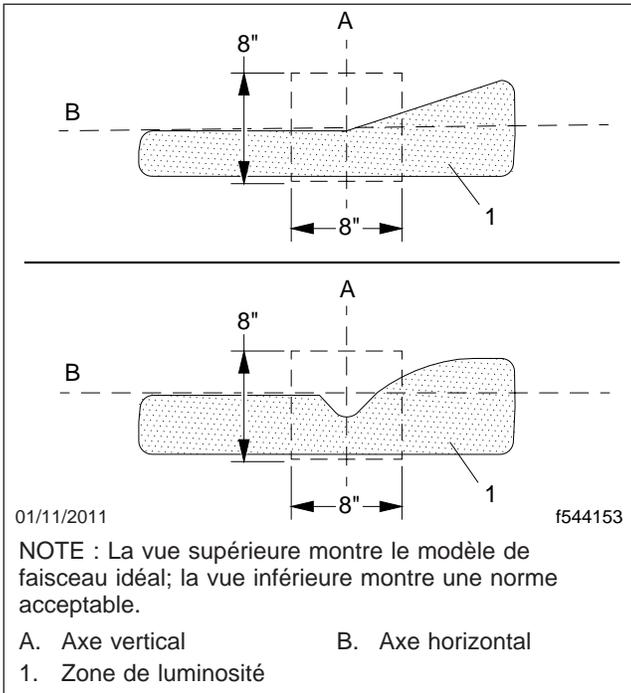

**Fig. 23.1, Écran ou mur pour le réglage des phares**
1. Garez le véhicule sur une surface uniforme, à 7,6 m (25 pi) d'un écran ou d'un mur que vous pouvez utiliser pour effectuer le réglage des phares. Coupez le moteur, serrez le frein de stationnement et calez les pneus avant. Voir la figure 23.1.